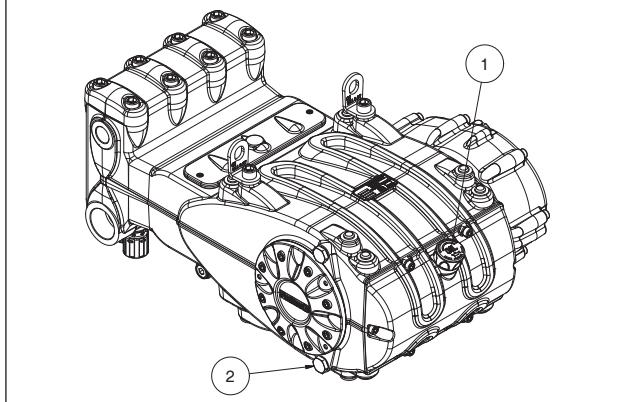

图 1
机械部件的维修作业必须从泵壳中排油后再进行。排油时必须拆除注油塞（位置①，图 1），接着拆除排油塞（位置②，图 1）。